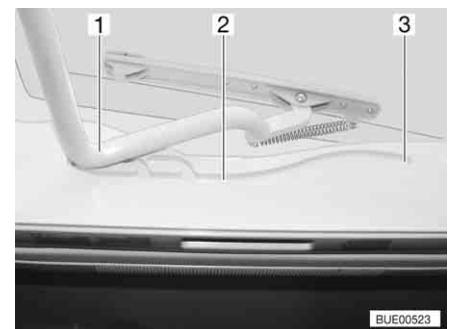

Bild 54 Heki-Dachhaube, Führung
- Den Bügel (Bild 54,1) in den Führungen (Bild 54,2) bis in die hinterste Position (Bild 54,3) ziehen.
- Den Bügel (Bild 54,1) mit beiden Händen leicht nach oben drücken.
- Den Bügel in den Führungen (Bild 54,2) bis zur gewünschten Stellung ziehen.